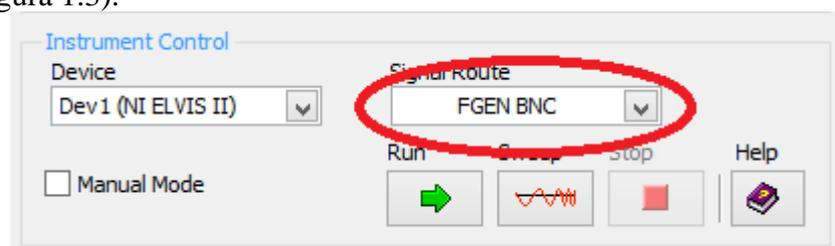

Figura 1.3. Configuración de salida BNC
- Abra el generador de funciones, configúrelo para que la salida se tome del conector BNC (figura 1.3).